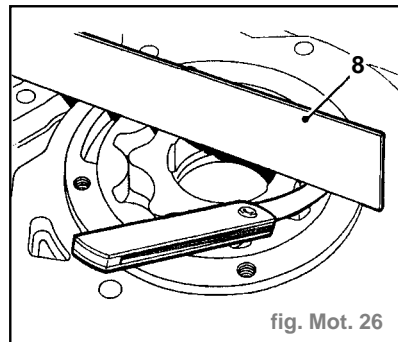

fig. Mot. 26
- Placer une règle (8) en travers du corps de pompe et mesurer le jeu axial du rotor extérieur à l'aide de cales d'épaisseur (fig. Mot. 26) :